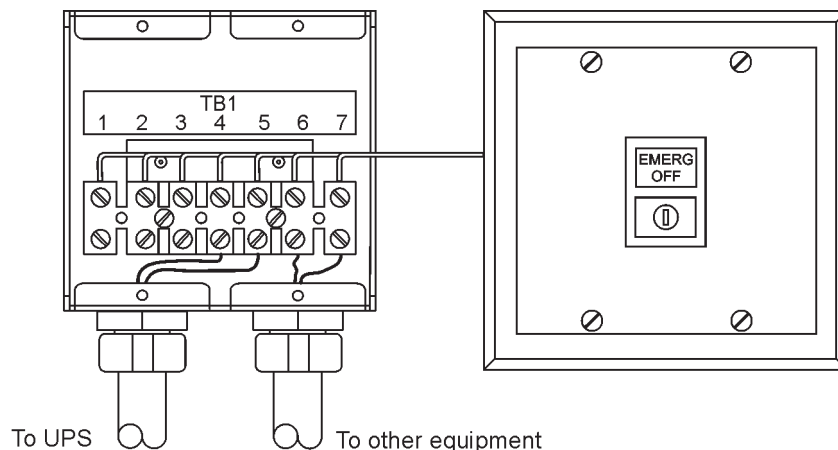

Рис. 4-12. Удаленный выключатель EPO
Удаленный выключатель EPO используется при аварийных ситуациях для дистанционного выключения ИБП и питания критической нагрузки. Рис. 4-12 показывает удаленный выключатель EPO
15. Если необходимо, подключите проводку удаленного выключателя ЕРО к выключающей цепи защитных устройств. Нормально-разомкнутый (НР) контакт находится между клеммами 6 и 7 удаленного выключателя ЕРО (где применимо), как показано на Рис. 4-12. Проводка удаленного выключателя ЕРО должна подключаться согласно электротехническим правилам и нормам.